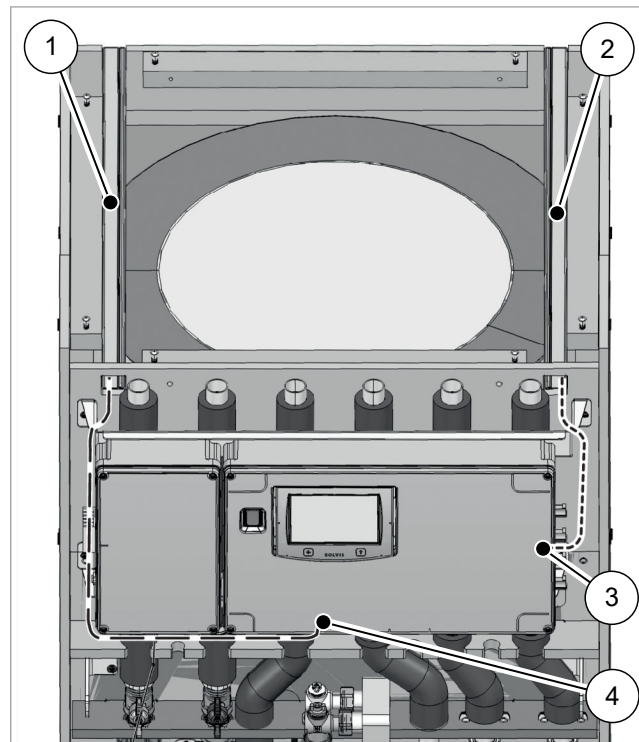

Fig. 26: Recorrido de los cables por debajo de la tapa
2. Introducir los cables bajo tensión a través del canal de cables izquierdo (véase → fig. 26 (1)) en la zona de la tapa.
5. Pasar los cables de los sensores, de baja tensión y Modbus por el canal de cables de la derecha (véase → fig. 26 (2)).